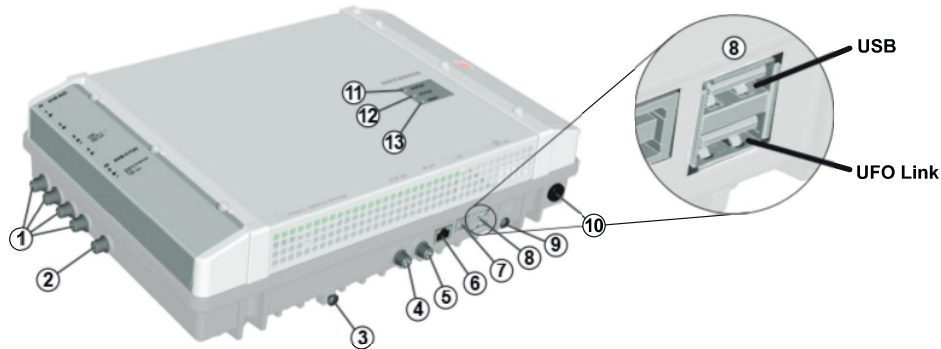

Abb. 1: Geräteelemente
1. Schließen Sie eine Potenzialausgleichsleitung (Cu, $\geq 4 \text{ mm}^2$) an der Erdungsschraube an; siehe ⑨ in Abb. 1, S. 3.
- Die Stecker müssen am Master und Slave in die jeweils passende UFO Link-Schnittstelle gesteckt werden (⑩ in Abb. 1).